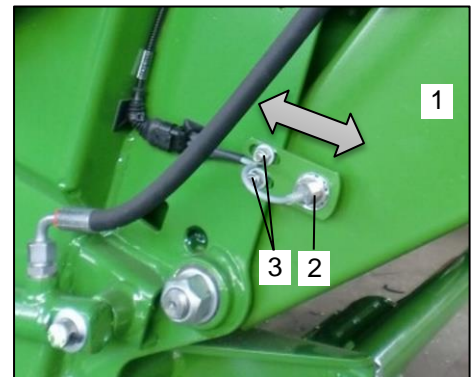

Bild 91: Sensor Einstellung
Beim Senken des Schneidwerks (Bild 91 / Pos.1) schwenkt dieses soweit aus, sodass die Messer noch minimal im Schneidkanal verbleiben und durch die Schneidwanne geführt werden. Die Ausschwenkweite lässt sich durch Verstellen des unteren Sensors (Bild 91 / Pos.2) am Schneidwerk (Bild 91 / Pos.1) einstellen.
Zur Einstellung des Sensors (Bild 91 / Pos.2) muss wie folgt vorgegangen werden:
- Schwenken Sie das Schneidwerk (Bild 91 / Pos.1) soweit aus, bis die Messer noch ca. 10 mm im Förderkanal stehen.
- Lösen Sie am Sensor- Halter die Muttern (Bild 91 / Pos.3).
- Verschieben Sie den Sensor (Bild 91 / Pos.2), bis die Leuchtdiode am Sensor (Bild 91 / Pos.2) erlischt.
- Halten Sie den Sensor (Bild 91 / Pos.2) in dieser Position und ziehen Sie die Muttern (Bild 91 / Pos.3) wieder an.